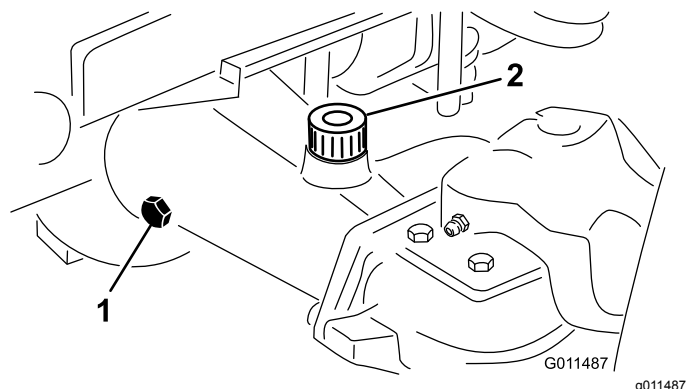

Figure 106
2. Enlevez un bouchon de contrôle à l'extrémité du pont et vérifiez que le lubrifiant atteint la base de l'orifice (Figure 106).